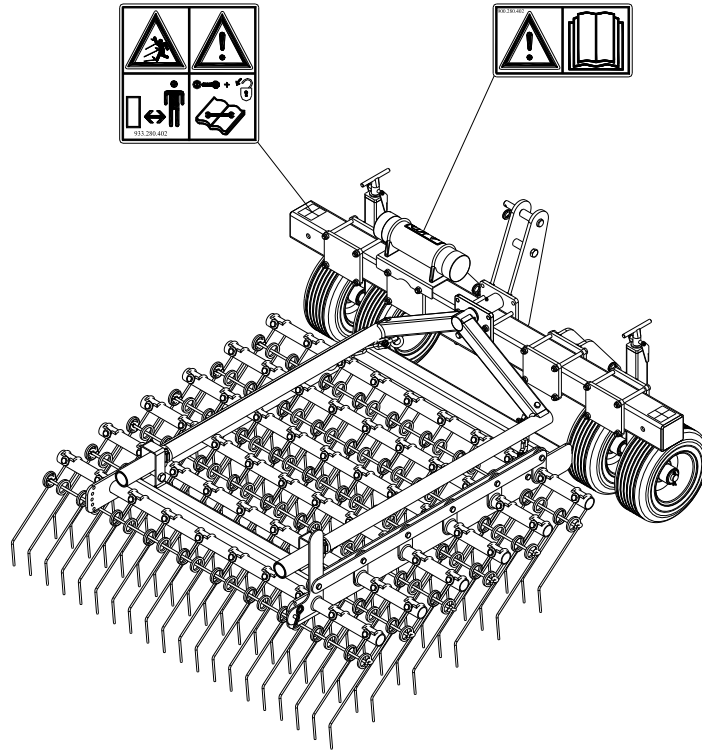

Abb. 5
Beidseitig der Verti-Rake (Abb. 5) befinden sich Sicherheitsaufkleber (Fig. 2, 3, 4) mit einem entsprechenden Warnhinweis. Diese Sicherheitsaufkleber müssen jederzeit gut sichtbar und lesbar sein und sind, sollten sie beschädigt sein, unverzüglich zu ersetzen.
(7) Position der Sicherheitsaufkleber (Abb. 5)